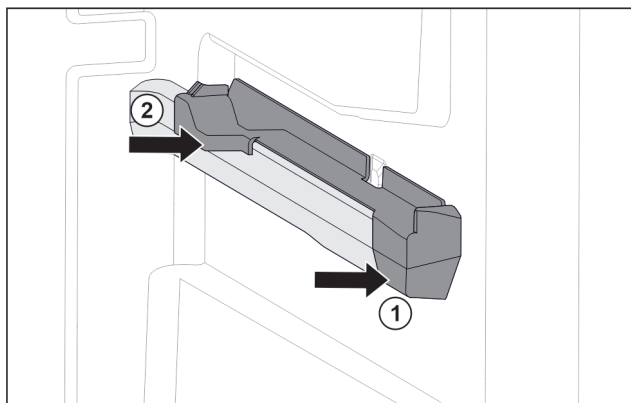

Fig. 76 Elemento inseribile sulla nervatura destra del contenitore
- Posizionare l'elemento inseribile sulla parte anteriore della nervatura del contenitore. Fig. 76 (1)
- Premere l'elemento inseribile sulla parte posteriore. Fig. 76 (2)